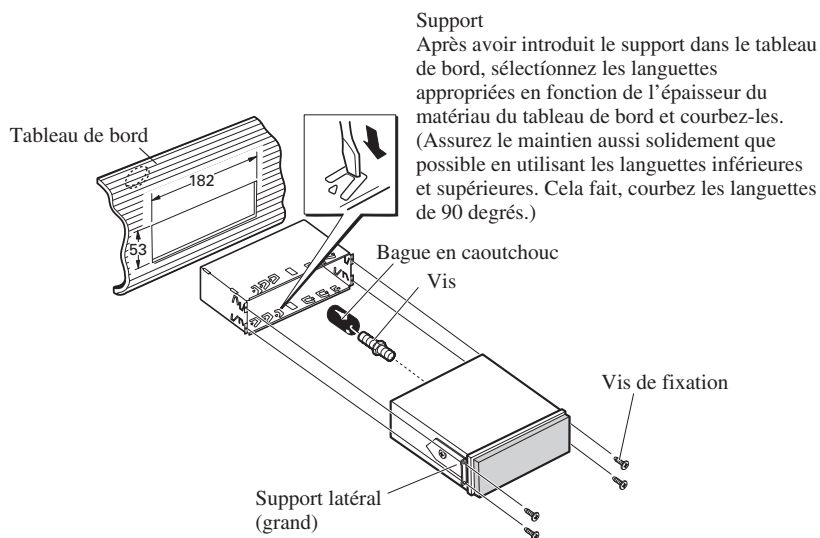

Fig. 11
3. Fixez fermement l'appareil. (Fig. 11)